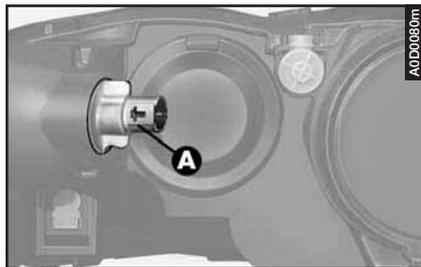

fig. 48
– Ruotare in senso antiorario e sfilare il portalampada (**A-fig. 48**), senza staccare il connettore.